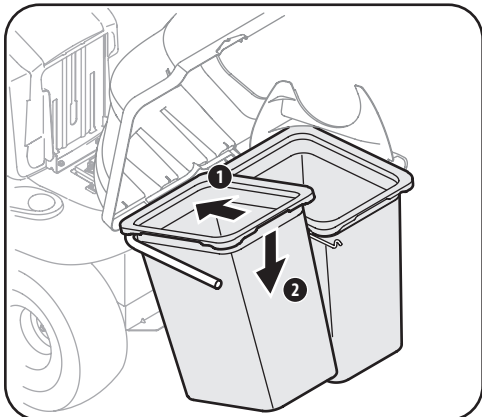

Figura 4-9
- Instale ambas unidades de bolsas recolectoras de césped con los lados de engrane apretados hacia adelante, a las ménsulas de soporte de bolsas insertando el borde delantero primero, como se muestra en la Figura 4-9, y manteniendo el borde trasero hacia abajo hasta que encaje en la unidad.